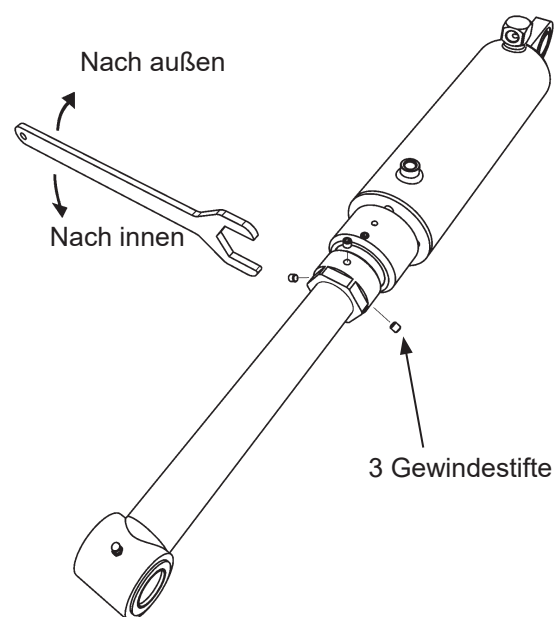

Abb.35. Einstellung des Neigungswinkels
3. Die drei Gewindestifte am Zylinder der Ladebordwand lösen, Abb.35.